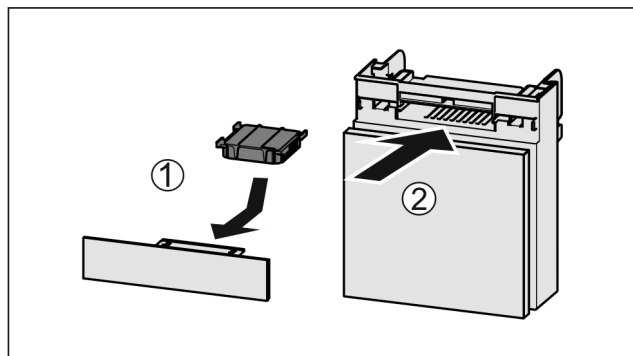

Fig. 102
- ▶ 按图装入 Fig. 102 (1)活性炭过滤器。
- ▶ 推入 Fig. 102 (2)抽屉。